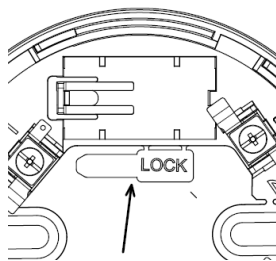

Fig.2
- Quite la llave de la base (Figure 2).